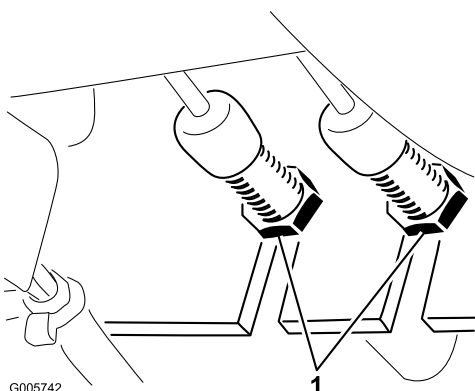

Figure 62
1. Pour réduire la garde aux pédales de freins directionnels (c.-à-d. pour serrer les freins), desserrez l'écrou avant sur l'extrémité fileté du câble de frein (Figure 62). Serrez ensuite l'écrou arrière pour déplacer le câble en arrière jusqu'à obtention d'une garde de 13 à 25 mm. Resserrez l'écrou avant lorsque les freins sont réglés correctement.